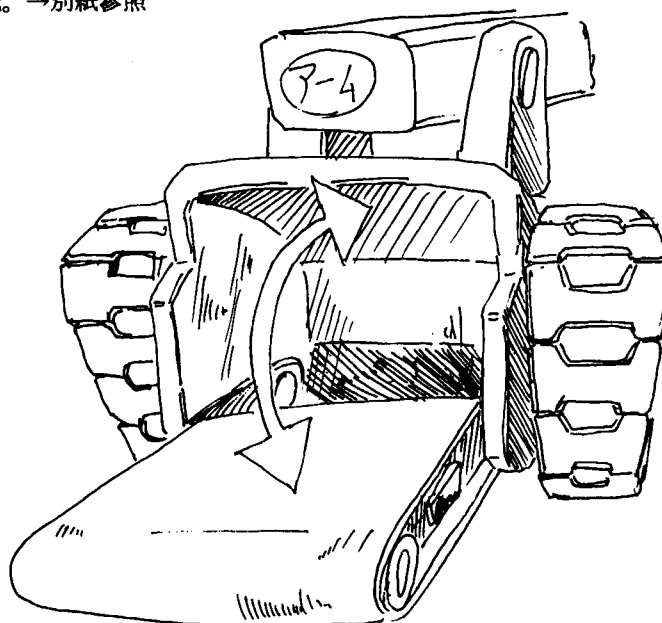

図 3 ベッド
- ・ベッド高さ 30mm で、救助活動の安全性を配慮。→図 3
- ・救助後はダミヤンを全方向からの危険から守る。→図 3